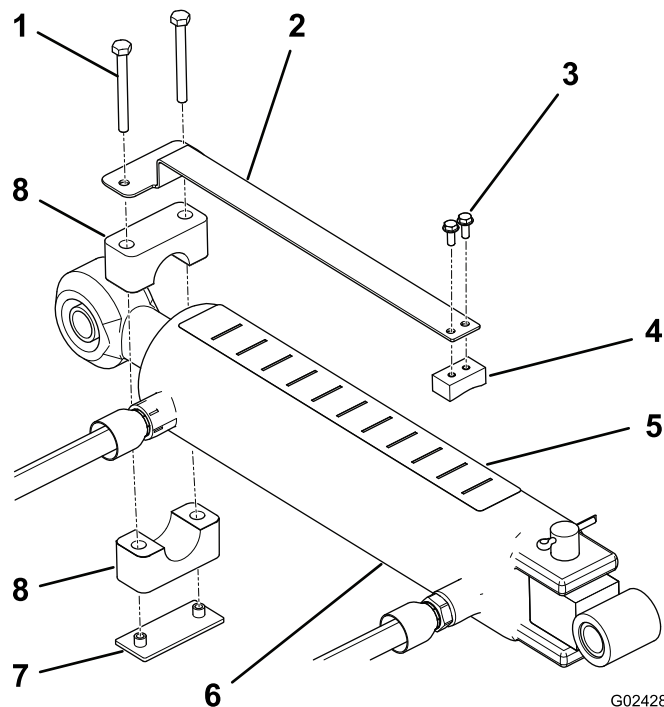

图9
- 用 2 个 #10 x 1/2 英寸机器螺丝将深度计安装到滑块的平面侧，并按照图9 所示调整组件位置。
- 使用管夹、焊接板和 2 个 1/4 x 2 - 1/2 英寸螺丝，将深度计松松地安装到顶部连杆油缸的杆端（图9）。确保管夹保持足够的松动，使它们可旋转到所需的位置。
4. 将深度标贴粘贴到油缸顶部操作员能够看到的位置，且不会影响液压软管或其他障碍物（图9）。标贴带有“J”字母的一端应朝向打孔机。